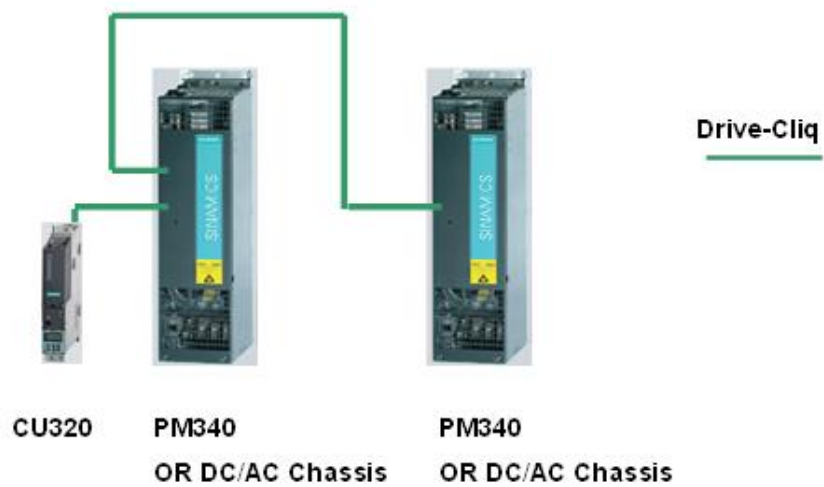

图 9
- e. 在一个 CU320 单元连接多个驱动轴的情况下，直接利用轴间变量的互连（图 9），来实现主从控制的数据交换，该种方式下，当 CU 出现故障，两台设备都将无法运行。